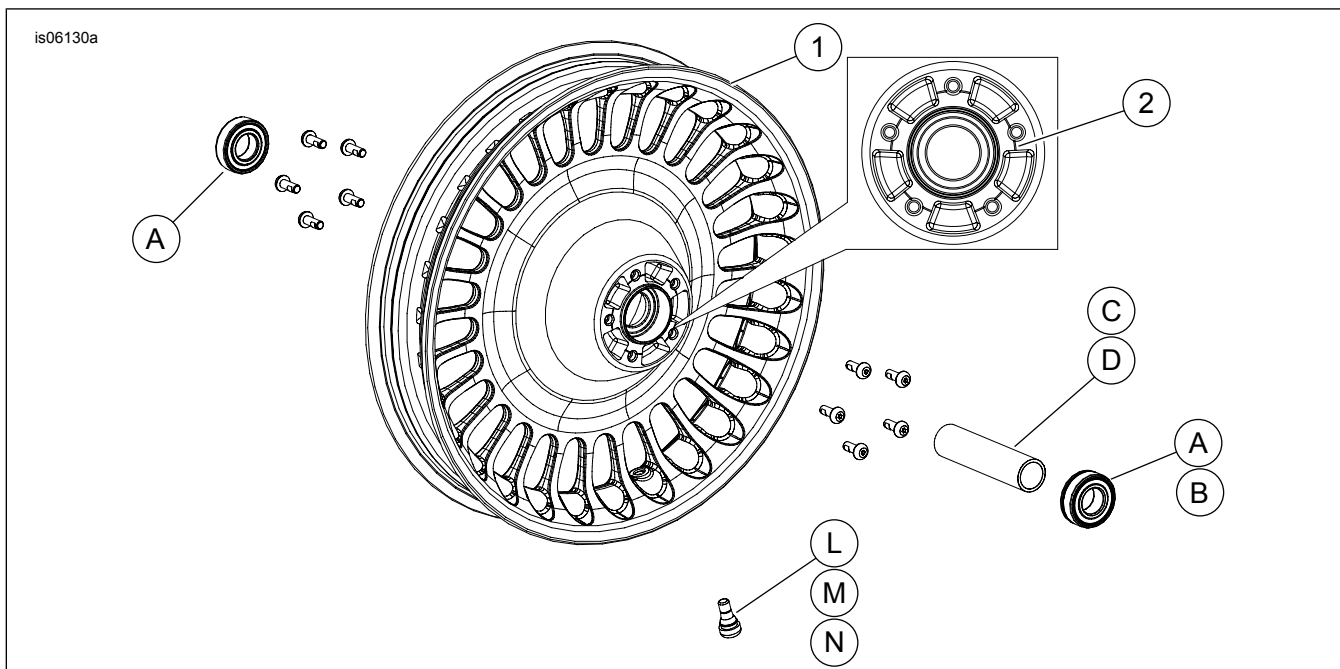

Figure 1. Pièces détachées : Roue avant à 28 rayons (roue de 17 pouces illustrée)
Voir Figure 1 et les tableaux des pièces détachées.
2. Voir Figure 1. Installer l'ensemble de tige de valve (N) sur la roue. Voir le manuel d'entretien.